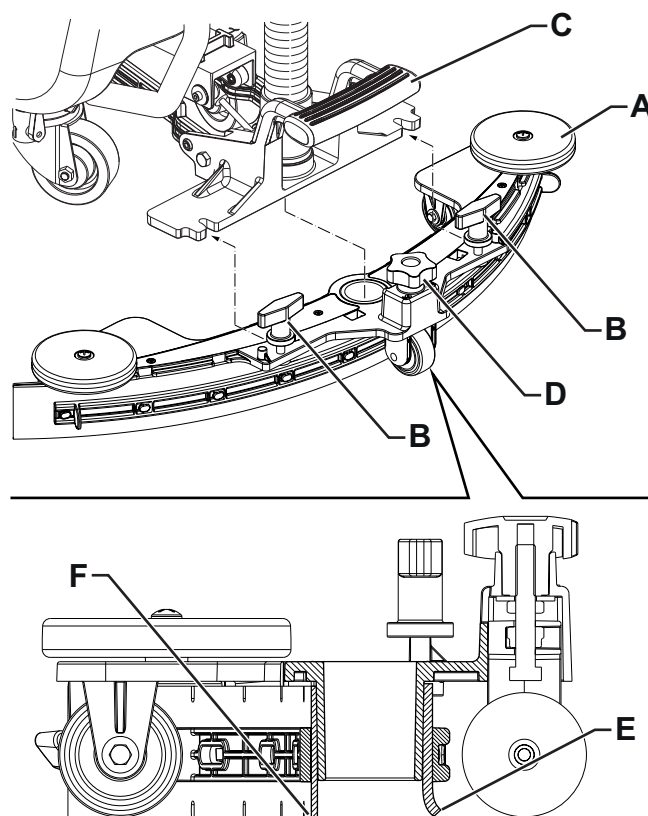

Figure 2
1. Installer l'embouchure (A, Fig. 2) et la fixer avec les boutons (B) à l'étrier (C).
2. Si nécessaire, régler l'embouchure avec la poignée (D) de sorte que le pneu arrière (E) et le pneu avant (F) touchent le sol, comme indiqué dans la figure.